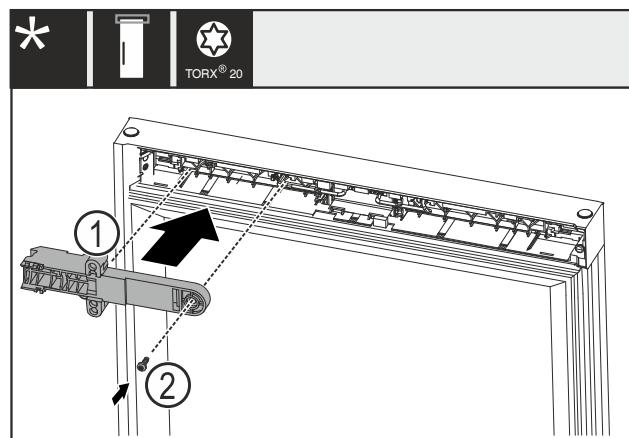

Fig. 23
▶ 将锁固定件 Fig. 23 (1)转动 180°，然后固定在对面。
▶ 将锁固定件 Fig. 23 (1)用螺钉 Fig. 23 (2)固定。